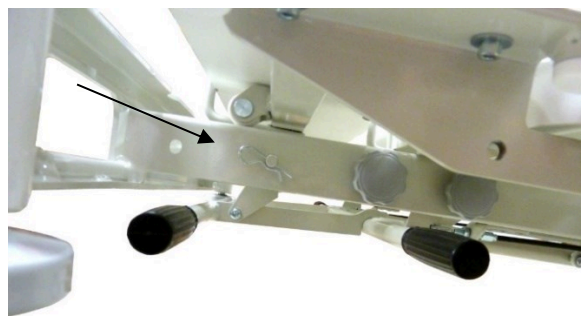

Figure 61. *Ein installierter Griff an seiner Stelle*
4. Stecken Sie den Wellenbolzen durch das linke Loch im verlängerten hinteren Ende des Bettes. Sichern Sie den Wellenbolzen an beiden Enden mit einem Federstecker (Abb. 61).